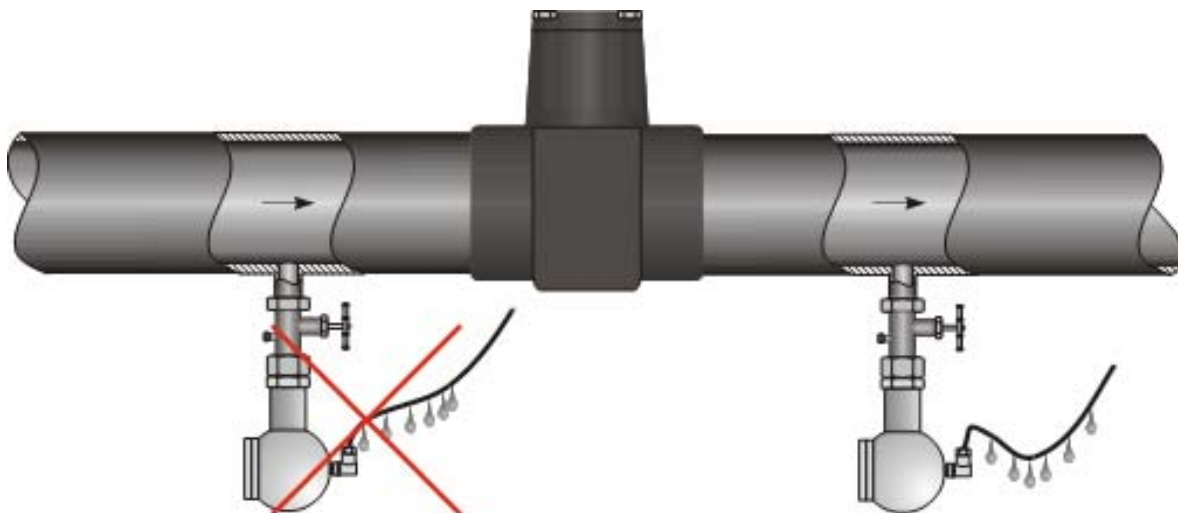

Рисунок 4. Неправильная (слева) и правильная (справа) прокладка кабеля датчика.
2.4.6. Отборные устройства для установки датчиков желательно монтировать на прямолинейных участках, на максимально возможном удалении от насосов, запорных устройств, колен, компенсаторов и других гидравлических устройств. Особенно не рекомендуется устанавливать датчик перед запорным устройством в трубопроводах, если измеряемая среда – жидкость (см. рис. 4). При наличии в системе гидроударов, рекомендуется применять датчик в комплекте с демпфером гидроударов.